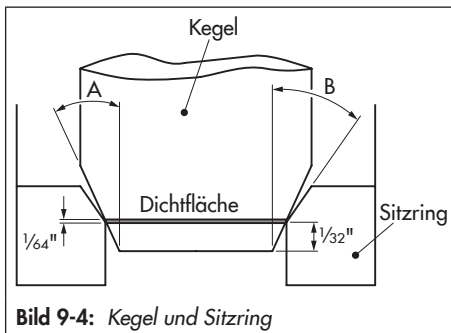

Bild 9-4: Kegel und Sitzring
1. Sitzring inklusive Dichtung in das Ventilgehäuse setzen. Korrekte Positionierung und Ausrichtung beachten. Die um ca. 20° geneigte Oberfläche ist der Sitz des Kegels und muss in Richtung Ventiloberteil zeigen, vgl. Bild 9-4, Winkel „B“.
8. Sitzring inklusive Dichtung in das Ventilgehäuse setzen. Korrekte Positionierung und Ausrichtung beachten. Die um ca. 20° geneigte Oberfläche ist der Sitz des Kegels und muss in Richtung Ventiloberseite zeigen, vgl. Bild 9-4, Winkel „B“.